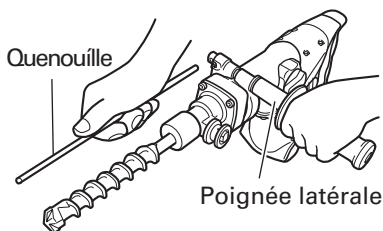

Fig. 9
5. Installer la quenouille (Fig. 9)